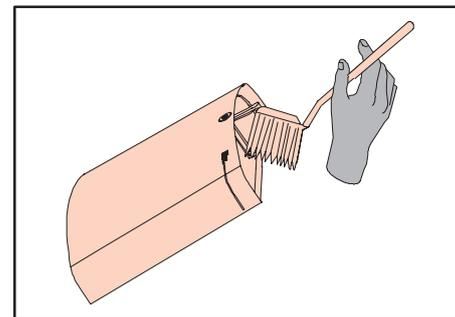

Fig. 43 Nettoyage du réservoir d'eau amovible
1. Nettoyez l'intérieur du réservoir d'eau avec une brosse (fig. 43) et un produit nettoyant compatible avec un contact alimentaire.